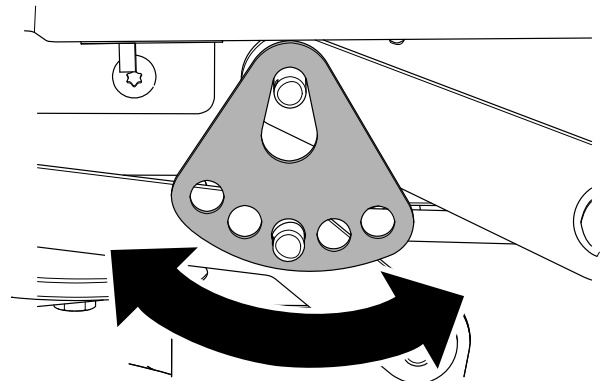

**Figura 62**
6. Retire la chaveta y la arandela del pasador inferior del brazo de elevación (Figura 62).